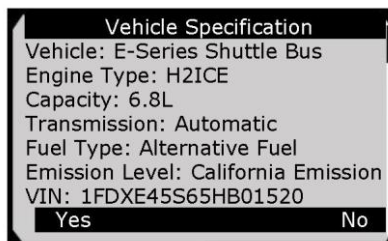

Рисунок 6-16
9) Следуйте отображаемым на экране инструкциям, чтобы сохранить информацию об автомобиле в разделах **Input Dialog Box** [Диалоговое окно ввода] и **Vehicle Specification** [Спецификация автомобиля] путем нажатия кнопки **Yes** [Да], или нажмите кнопку **No** [Нет], чтобы закрыть окно без сохранения изменений. См. рисунок 6-16.